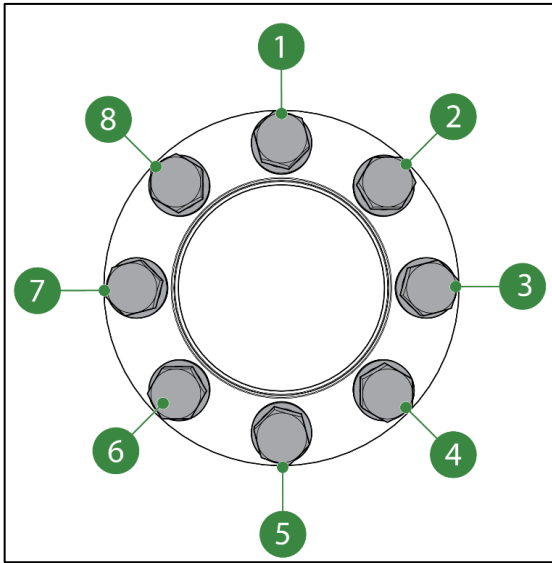

Figura 3-2: Numeración de los pernos
Figura 3-2: Sistema de integración de tuberías con 2 puertos: 1 sensor ultrasónico (US) (derecha) en un ángulo de 45° hacia abajo y 1 sensor de temperatura (izquierda)
15. Numere todos los pernos (figura 3-2) para su registro.